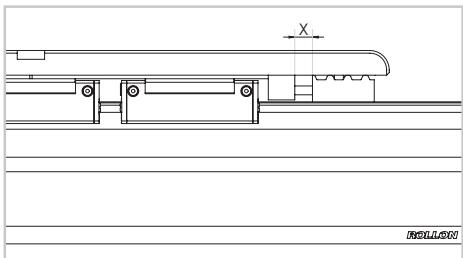

Fig. 2
- 1) Misurare la distanza X tra il carro e il serracinghia (Fig. 2)